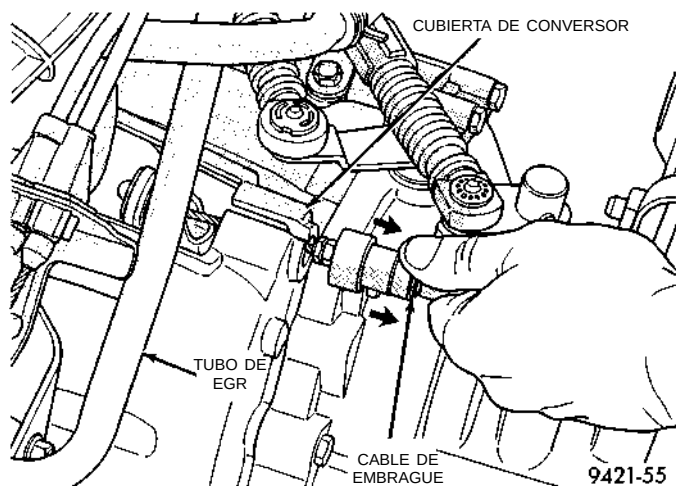

Fig. 4 Cable en el transeje
- (1) Tire hacia arriba y retire el Centro de distribución de tensión.
- (2) Retire la tapa de inspección del cable de embrague.
- (3) Tire hacia atrás la cubierta del cable y desacople el cable de la cubierta (Fig. 4).
- (1) Tire ligeramente del extremo del cable que corresponde a la palanca de desembrague a fin de que el cable quede tenso. Al hacerlo, ejerza una leve presión. Empuje la cubierta del cable de embrague en dirección al salpicadero. (Si se realiza una fuerza menor de 11,3 kg. (25 lbs.) la cubierta del cable se desplazará entre 30 y 50 mm (1,18 y 1,97 pulg.)). Esto indica que el mecanismo de ajuste funciona correctamente. En caso de que no se produzca ajuste alguno, verifique si el mecanismo se encuentra correctamente asentado sobre el soporte.
- (2) Si el mecanismo de ajuste funciona correctamente, guíe el cable a través de la muesca de la caja del transeje. Conecte el cable a la palanca de desembrague. Para ello, asiente la arandela acodada con firmeza sobre las raberas de la palanca.
- (3) Tire hacia atrás de la cubierta del cable e insértela en la caja del transeje (Fig. 4).